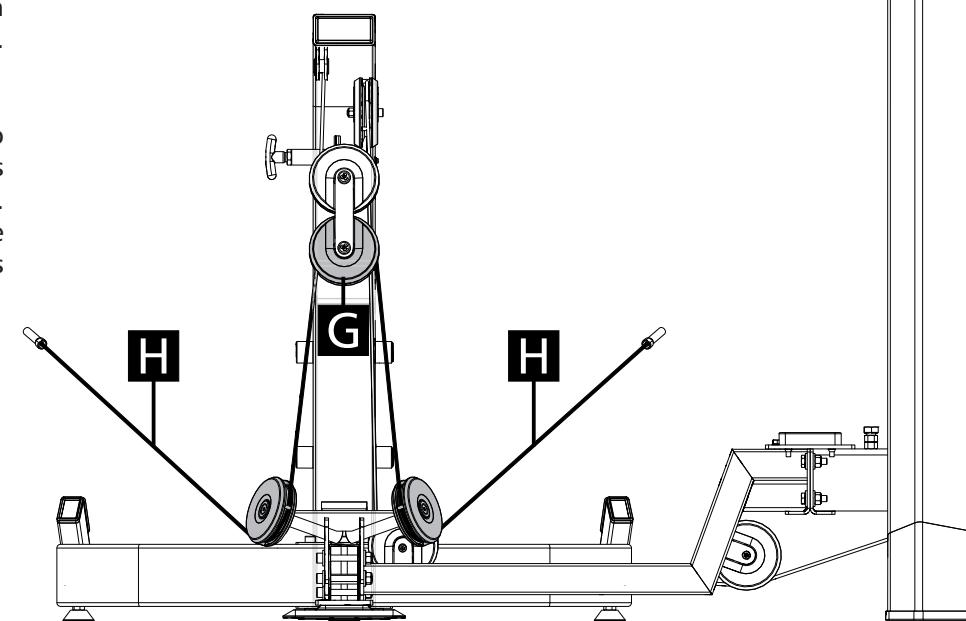

Figura 4-8
1 - Passe o cabo de aço (H) pelo conjunto de roldanas (G), afrouxe o parafuso caso seja necessário para fazer a passagem, observe a posição dos pinos trava do cabo de aço. (figura 4-8).